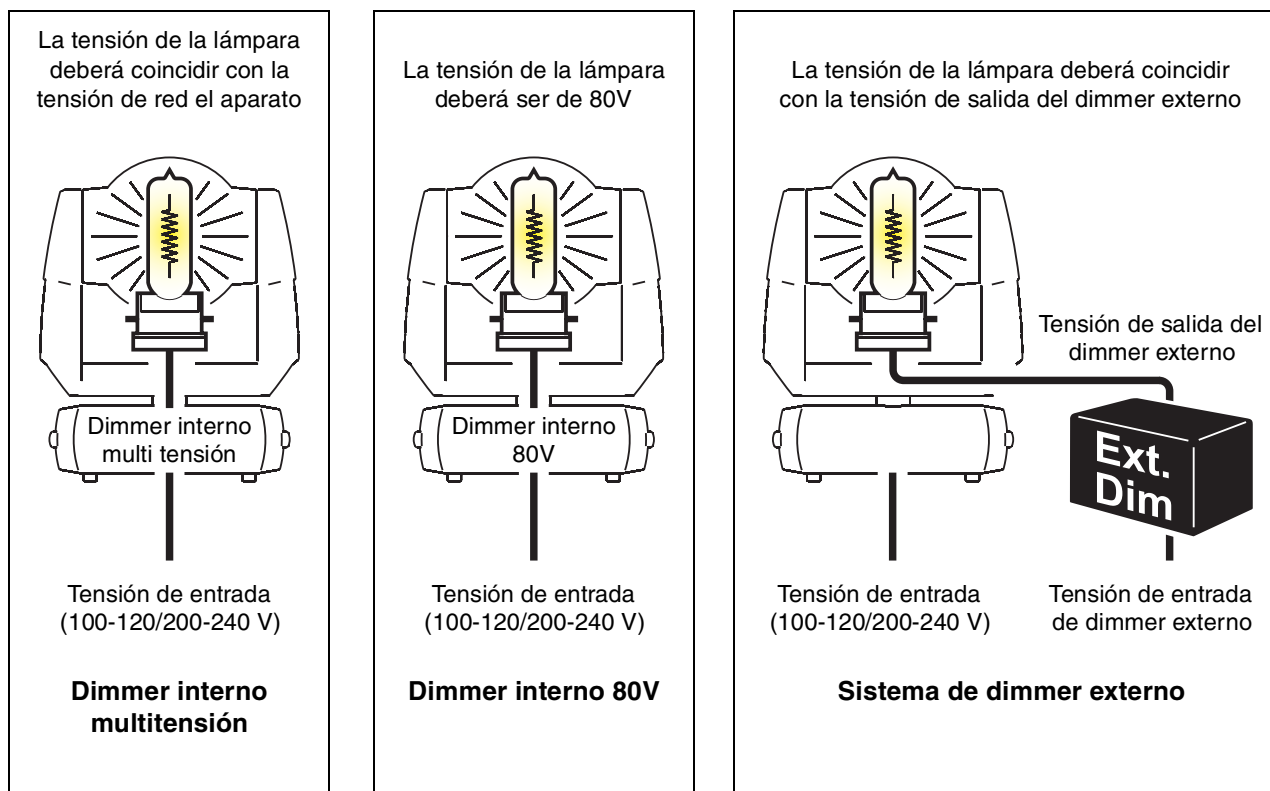

Figura 4: Opciones de dimmer y tensión de lámpara
El MAC TW1 dispone de tres opciones diferentes de dimmer. Dependiendo de la opción utilizada, la tensión de la lámpara deberá coincidir con la tensión suministrada por el sistema de dimmer (ver Figura 4):
2. Observar la Figura 4. Comprobar que existe una lámpara con las características adecuadas para el dimmer interno instalada en el aparato.